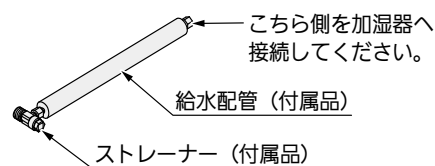

図 18
- (1) パネルをはずします。（ネジ留め 6 箇所）
- (2) 室内ユニット上部にある加湿器の接続部に付いているキャップをはずします。
- (3) 給水配管を加湿器の接続部に取り付けてください。この時、給水配管に付いているストレーナーは、はずして取り付けます。（図 18 参照）
- (4) パネルを取り付けてください。この時、ハトメゴムに切れ目を入れ給水配管を通してください。
- (5) 給水配管に、先程はずしたストレーナーを取り付けてください。
- (6) ハトメゴムの上に断熱材（付属品）を貼り付けてください。